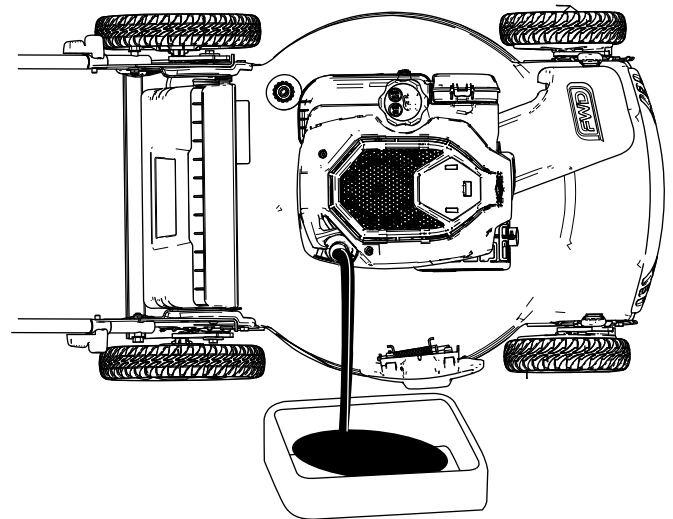

Рисунок 23
4. Для слива отработанного масла через маслозаливную горловину переверните машину набок (чтобы воздушный фильтр был сверху) (Рисунок 23).